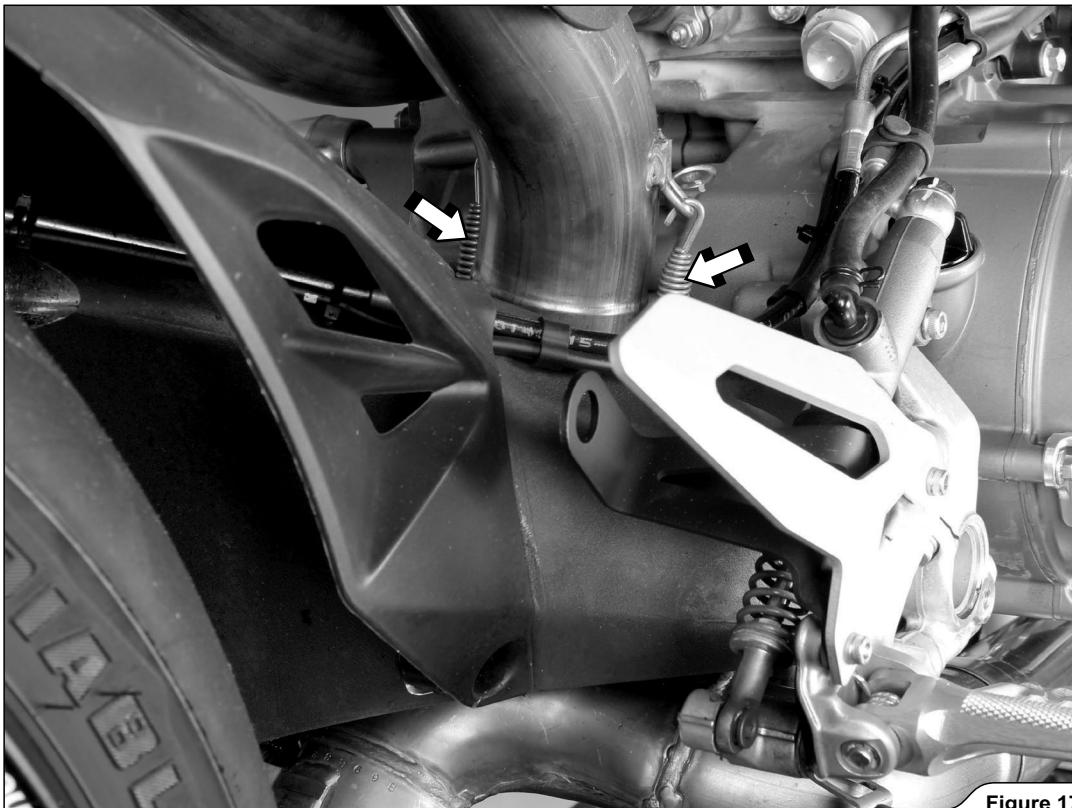

Figure 17
13. Décrocher les ressorts du collecteur arrière indiqués et déposer avec soin le collecteur du motocycle (Figure 17).